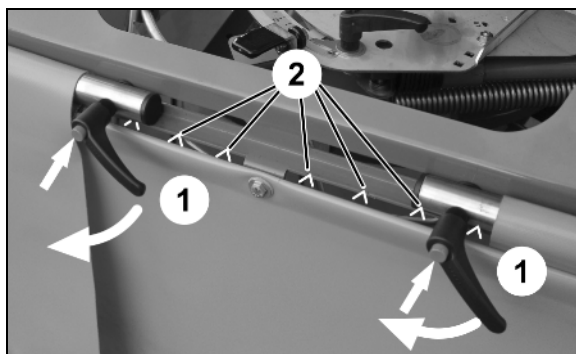

Fig. 24
2. Soltar ambos lados de la palanca de regulación (Fig. 24/1).
Las marcas (Fig. 24/2) sirven en este caso de orientación.